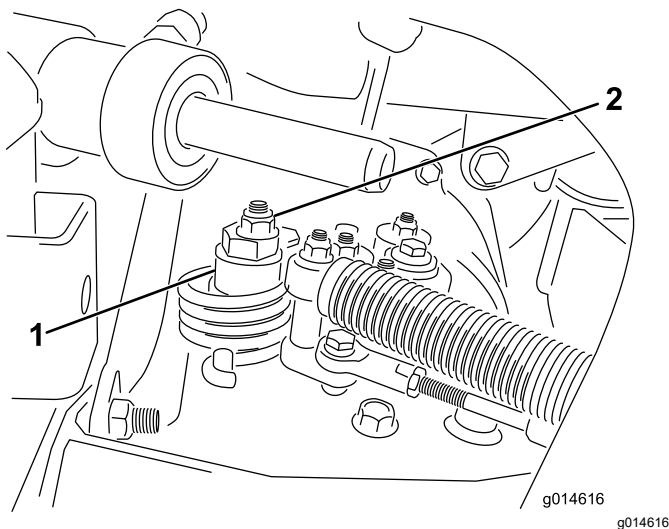

Figura 43
- A. Allentate il dado che fissa l'eccentrico alla parte superiore dell'igrostat (Figura 43).
- C. Fate girare l'eccentrico finché non riscontrate movimenti in alcuna direzione. Quando la ruota cessa di girare, serrate il dado di bloccaggio dell'eccentrico per mantenere la messa a punto (Figura 43). Verificate la regolazione portando l'acceleratore in posizione di MINIMA e MASSIMA.